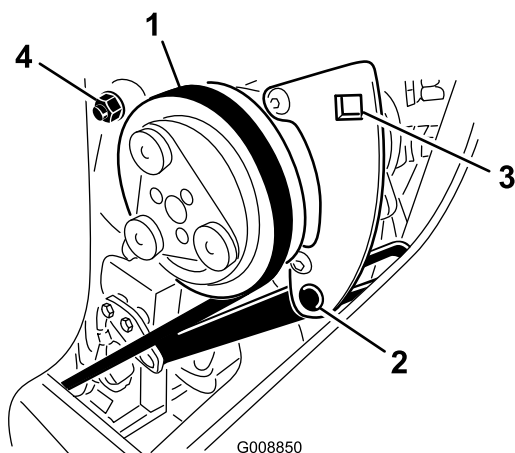

Figure 81
1. Desserrez le boulon de pivot et le boulon de réglage du compresseur (Figure 81).
2. Insérez une clé dynamométrique dans le trou carré du support du compresseur (Figure 81).